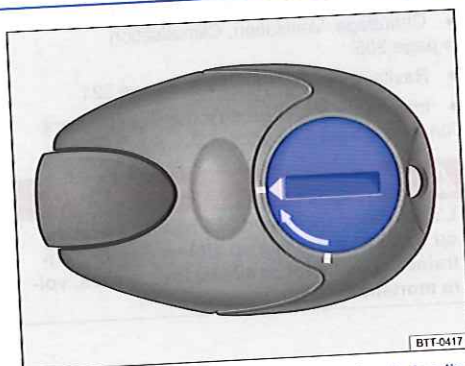

Fig. 202 Chauffage stationnaire : cache de la pile de la radiocommande
- Pour ouvrir le cache, tournez la fente dans le sens inverse de la flèche jusqu'au repère à l'aide d'un objet plat et non pointu (par ex. une pièce de monnaie) → fig. 202.
- Mettez en place la pile neuve. Respectez la polarité et utilisez des piles du même type → ①.